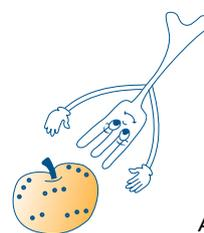

Abb. 9
- 4) **Speisen mit Haut oder Schale (Beispiel: Äpfel, Kartoffeln, Tomaten, Würstchen, Fisch) werden an mehreren Stellen mit einer Gabel eingestochen, damit der Dampf austreten kann und Haut oder Schale nicht platzen (Abb. 9).**